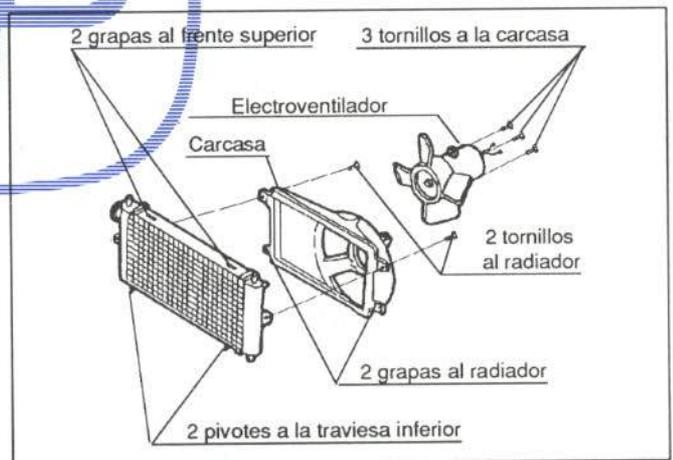

Figura 24.- Fijación del radiador
- Retirar el radiador (figura 24)